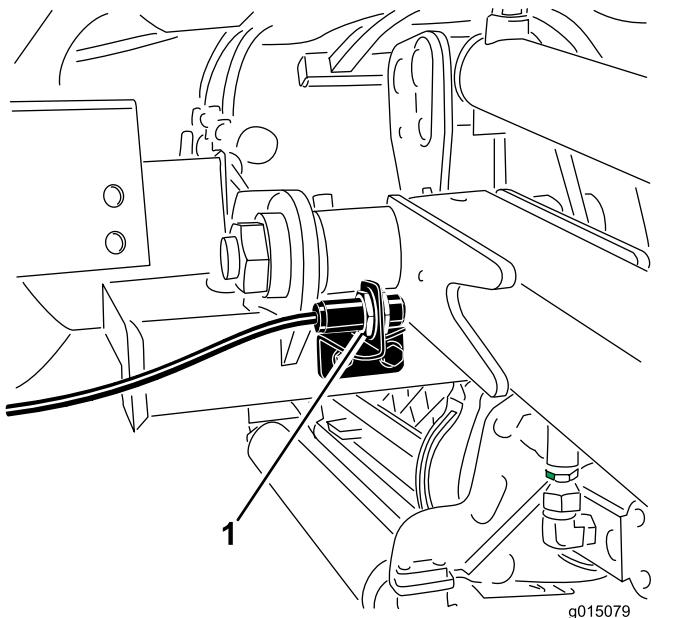

Рисунок 59
3. Ослабьте крепежные винты переключателя (Рисунок 59) и переместите переключатель вверх, чтобы увеличить высоту поворота подъемного рычага, или переместите переключатель вниз, чтобы уменьшить высоту поворота подъемного рычага.
- Переключатель подъемного рычага расположен позади переднего правого подъемного рычага (Рисунок 59).